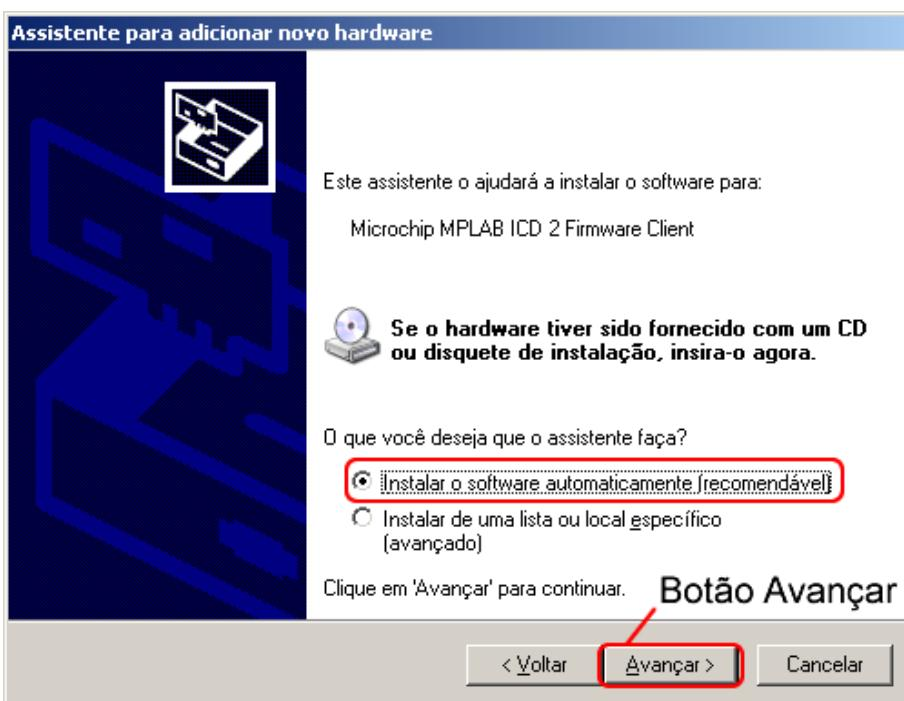

Figura 3. 43 - Janela de instalação do driver.
- 3) Na janela seguinte, deixe marcada a opção “**Instalar o software automaticamente (recomendável)**” e clique no botão “**Avançar**” (Figura 3. 43).